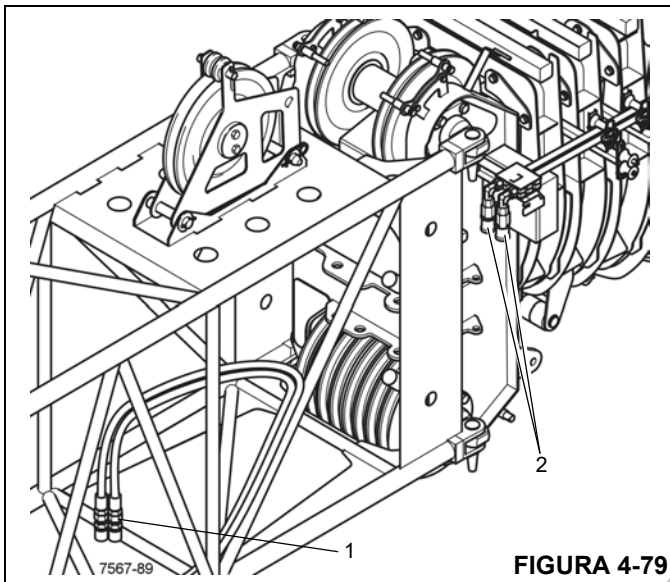

FIGURA 4-79
1. Desconecte as mangueiras (3) das extremidades longas da mangueira (4) (Figura 4-79).
5. Desconecte as mangueiras das extremidades curtas (1) (Figura 4-79) da extensão de 26 pés (8 m) a partir dos conectores da extremidade da lança (2).